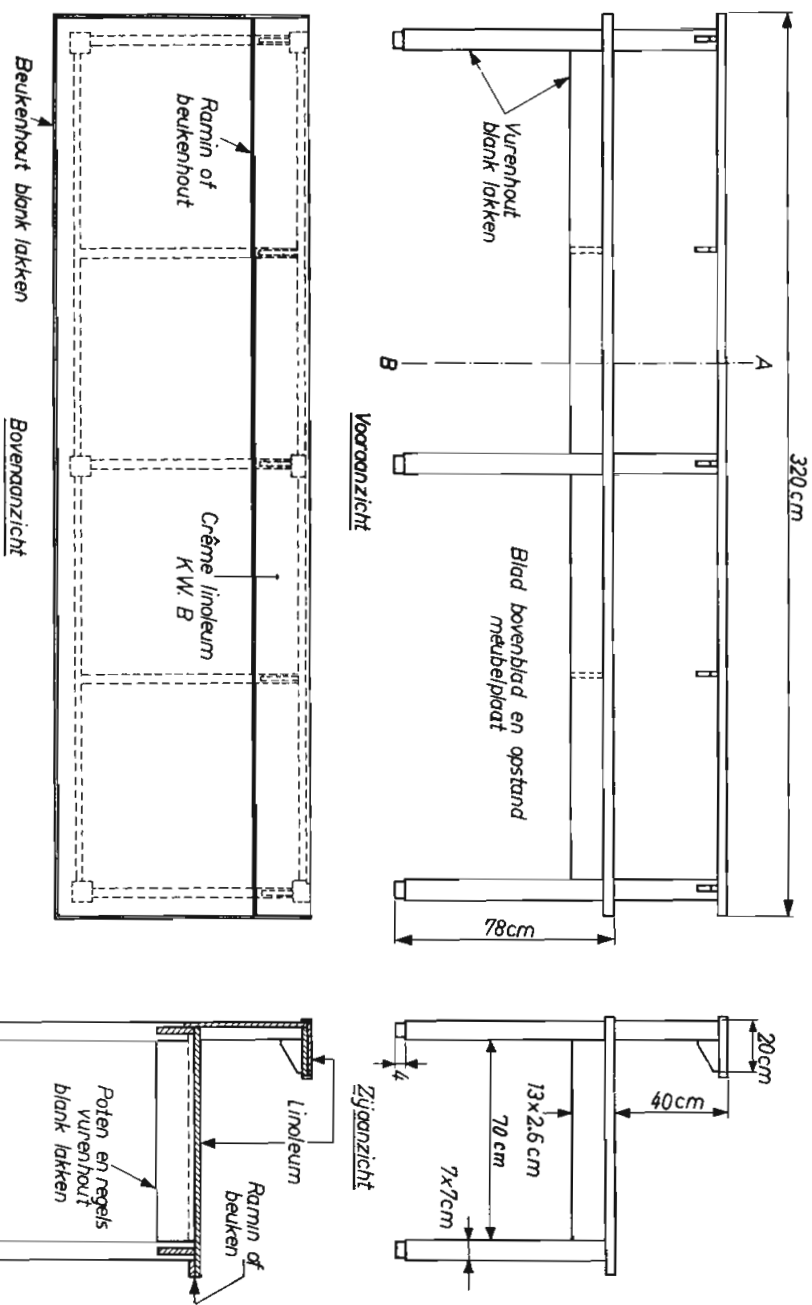

Fig. 1
A. De werktafel voor radio- en televisiereparaties, welke als één geheel is uitgevoerd, is in fig. 1 aangegeven.